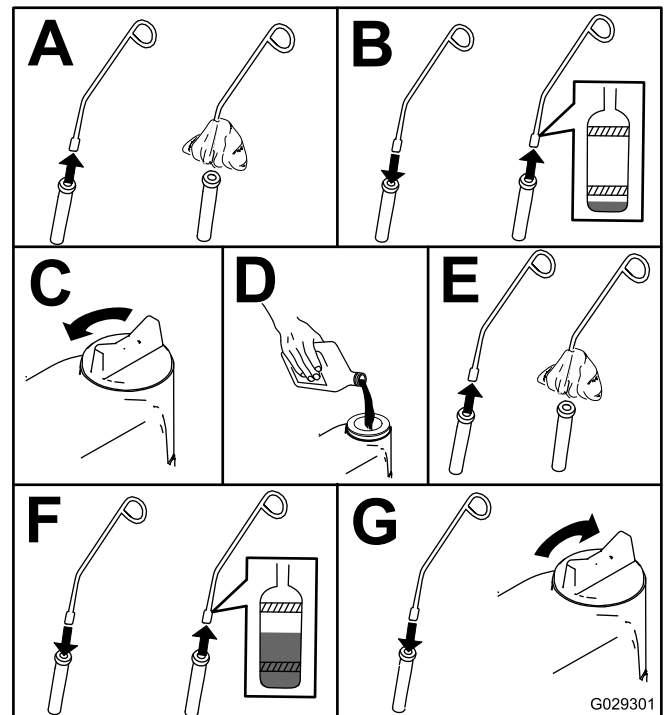

Bild 42
4. Kontrollieren Sie den Ölstand wie in Bild 42 gezeigt.